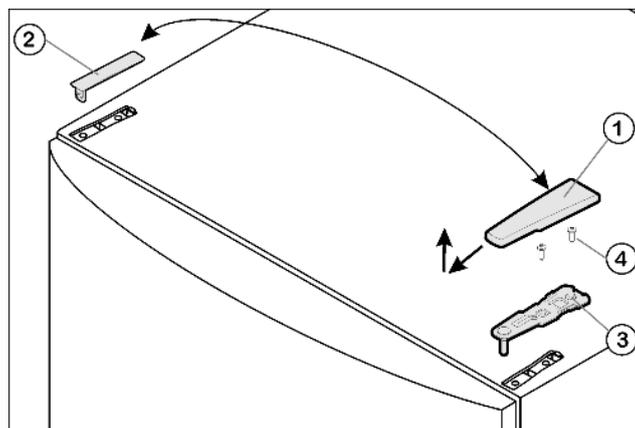

Fig. 4
- Estrarre la copertura Fig. 4 (1) tirandola in avanti e verso l'alto.
- Staccare la copertura Fig. 4 (2).
- Svitare il blocco di supporto superiore Fig. 4 (3) (2 x Torx 25) Fig. 4 (4) ed estrarlo tirandolo verso l'alto.
- ▶ Inserire il blocco di supporto superiore Fig. 4 (3) sul nuovo lato della cerniera nella porta.
- ▶ Serrare il blocco di supporto superiore (2 x Torx 25) Fig. 4 (4). Eventualmente praticare fori filettati o utilizzare un avvitatore a batteria.
- ▶ Innestare la copertura Fig. 4 (1) e la copertura Fig. 4 (2) rispettivamente sul lato opposto.